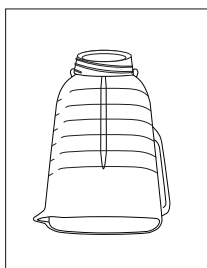

Figura 1
1. Coloque a lâmina na base da jarra com rosca (Figura 1).
1. Vire a jarra de boca para baixo para que a abertura pequena fique em cima (Figura 1).